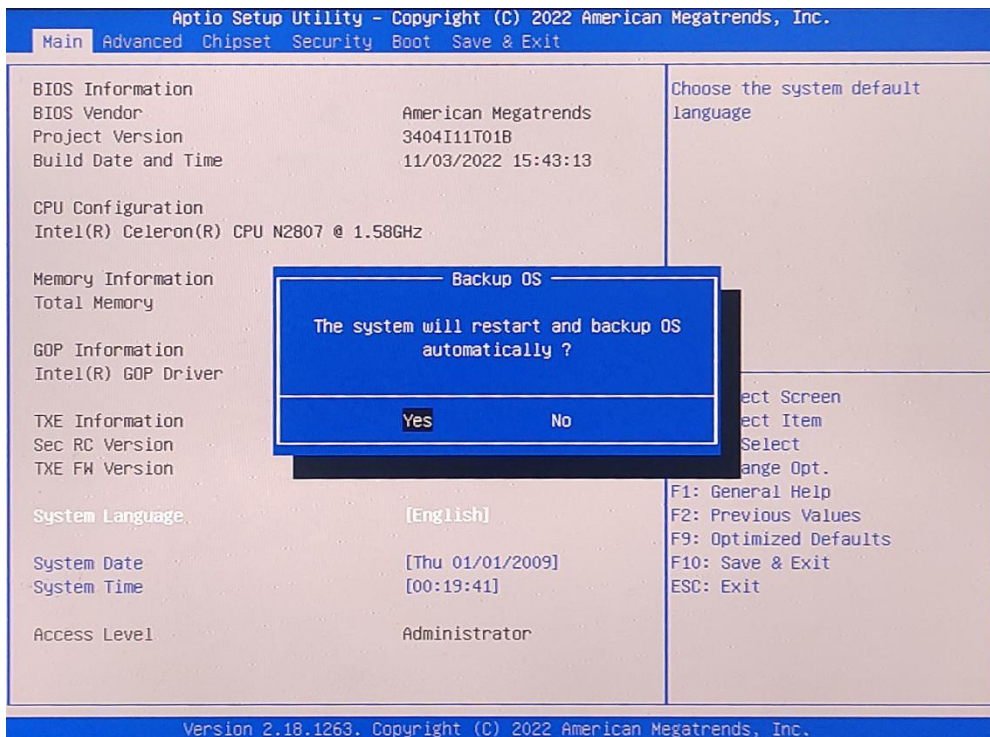

图 2 备份选择界面
(3)重新连续点击键盘上的 delete 键进入 BIOS 界面,按下键盘左上角的 F3 按键,就能进入备份选择界面(如图 2 所示),界面会出现提示使用键盘选中[YES]。
(3)重新连续点击键盘上的delete键进入BIOS界面,按下键盘左上角的F4键,就能进入备份选择界面(如图2所示),界面会出现提示使用键盘选中[YES]。